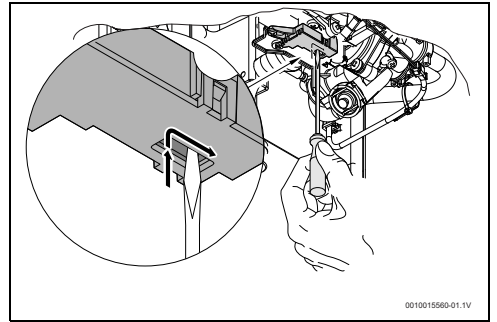

Fig. 23 Resetear el microinterruptor
- Posicionar el microinterruptor según la fig. 23.